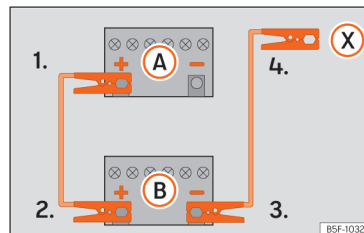

Abb. 209 Anschlussschema für Fahrzeuge ohne Start-Stopp-System.
2. Klemmen Sie ein Ende des roten Starthilfekabels an den Pluspol (+) des Fahrzeugs mit der entladenen Fahrzeugbatterie (A).
3. Klemmen Sie das andere Ende des roten Starthilfekabels an den Pluspol (+) des stromgebenden Fahrzeugs (B).
Klemmen Sie ein Ende des schwarzen Starthilfekabels an den Minuspol (-) des stromgebenden Fahrzeugs (B) » (Abb. 209).